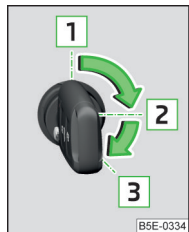

Fig. 120
Pozițiile cheii autovehiculului în butucul de contact » fig. 120
- Rotiți cheia în poziția » fig. 120 la pagina 104.